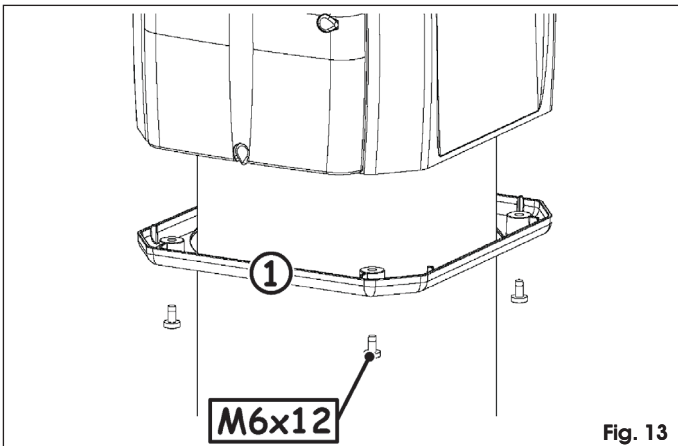

Fig. 13
6. Zet de onderkant van de behuizing Fig. 13 ref. ①, op zijn plaats, en zet hem vast met de vier bijgeleverde schroeven.